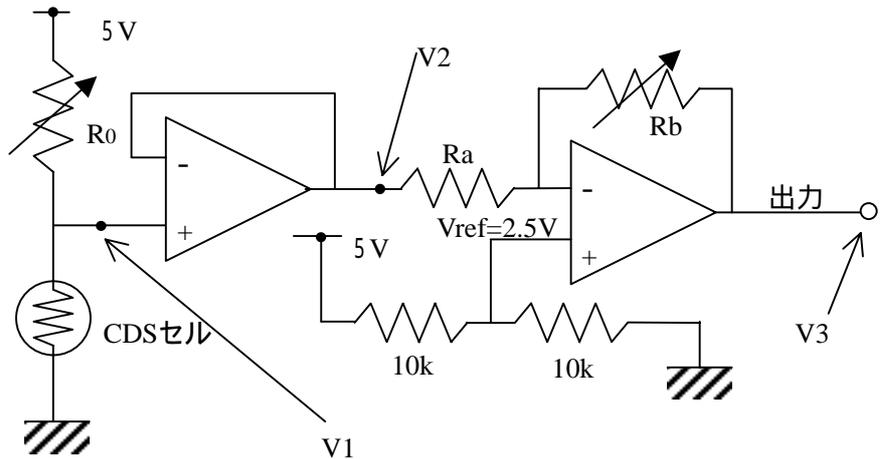

図4.7 光センサの完成
ここまでの光センサ部をまとめると図4.7に示すようになる。この回路で、CDSでラインを検出して、出力信号が0Vから5Vにあり、また、できるだけ大きく電圧が変化するように調節しておけば、ADコンバータへの光センサ信号入力が楽にできるようになる。
- (1) 図4.7においてV1が2.5Vを中心として等幅に振れるようにR0を設定する。
- (2) 図4.7において、V2=V1となり、V3が2.5Vを中心として0.5V~4.5V程度に振れるようにRa, Rbを設定する。